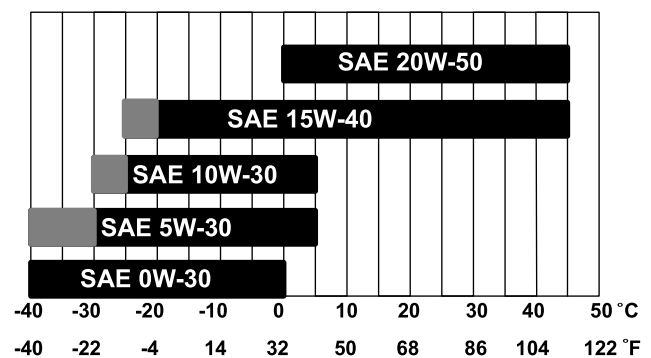

Figure 26
**Viscosité :** Voir Figure 26.